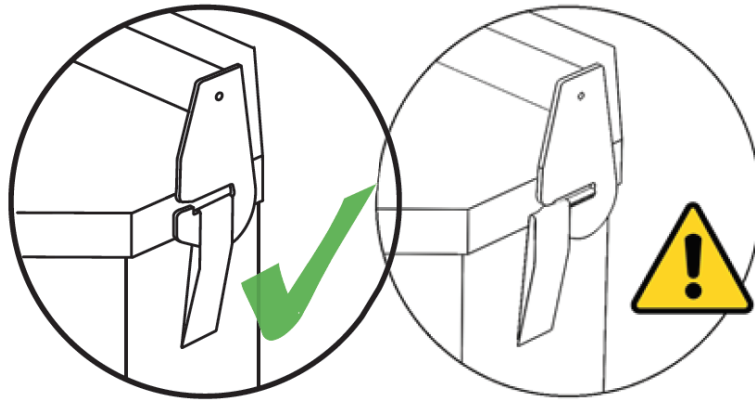
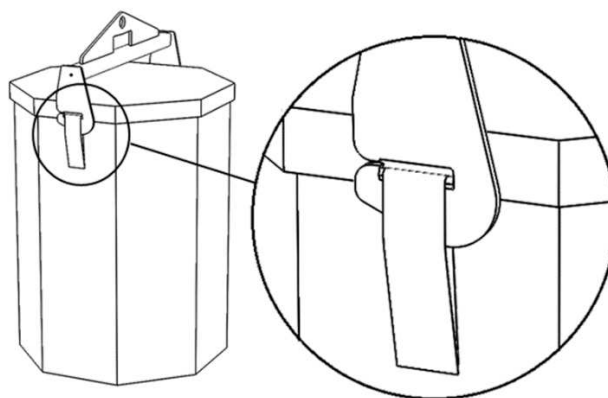

Fig. 1
Fig. 2
- (2) Este interzisă ridicarea ambalajelor ESAB MARATHON PAC™ deteriorate sau umede.
- (3) Atelajul de ridicare poate fi utilizat numai pentru ridicarea ESAB MARATHON PAC™, tip MP94 și MP9A, cu o limită maximă de sarcină de lucru de 530 kg.
4. Atelajul de ridicare se montează conform fig. 2
5. Asigura-te ca centurile de ridicare de pe ambele parti sunt complet prinse si rămân prinse în carlige în timp ce ridică ESAB MARATHON PAC™. Vezi Fig. 2 pentru utilizarea corectă și Fig. 1 pentru utilizarea incorectă.
- (6) Operațiunea de ridicare trebuie efectuată în conformitate cu modul de utilizare aprobat.